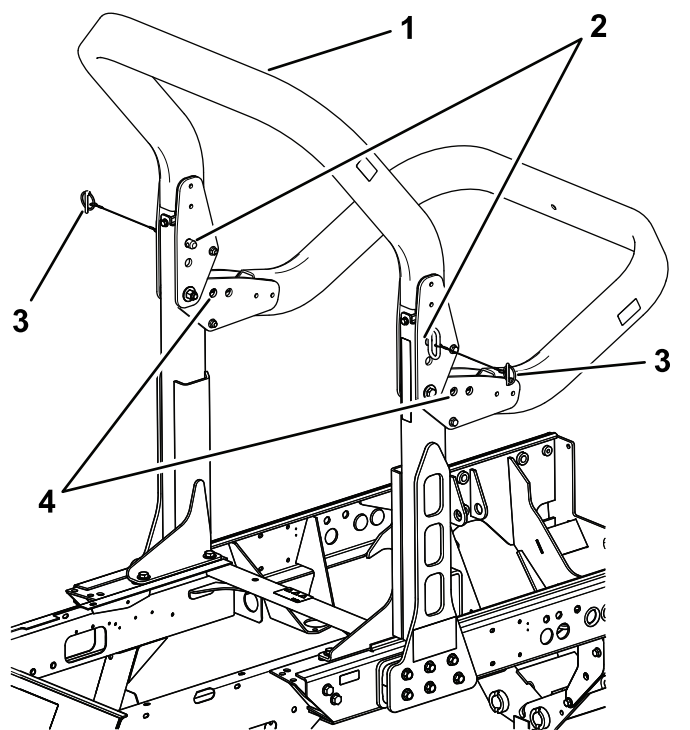

Figura 36
2. Sostenete il peso del telaio superiore del roll bar mentre rimuovete i perni a scatto e i perni con testa dalle staffe orientabili (Figura 36).